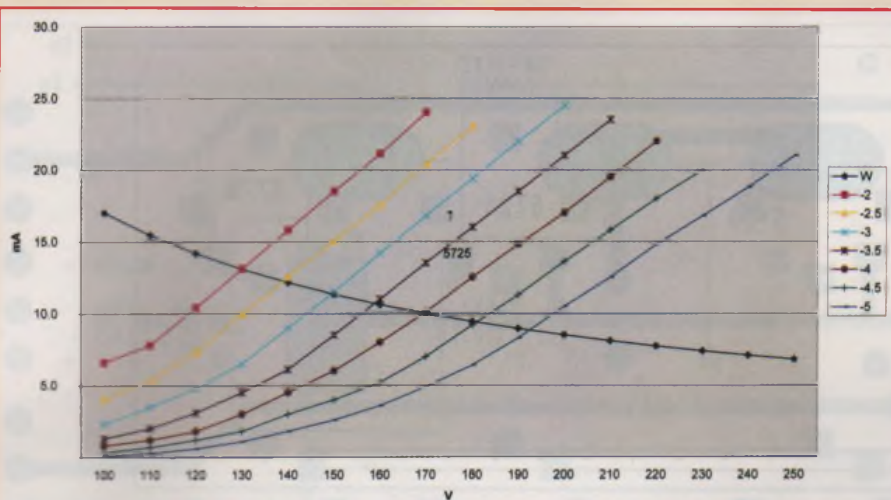

Figure 9 : Courbes caractéristiques montage 2 (A + G2 + G3)
triode est particulièrement linéaire et que le montage 2 donne une pente plus importante (figures 9 et 10).
Si l'impédance de charge est inférieure à 1 kΩ, il faudra alors retoucher davantage, en abaissant la valeur de la résistance de RV2 et celle de RV5. Ceci aura pour effet d'augmenter le débit anodique de T32, T42 pour la voie (1) et T33, T43 pour la voie (2). Attention à ne pas dépasser la courbe de dissipation anodique de la figure 9.